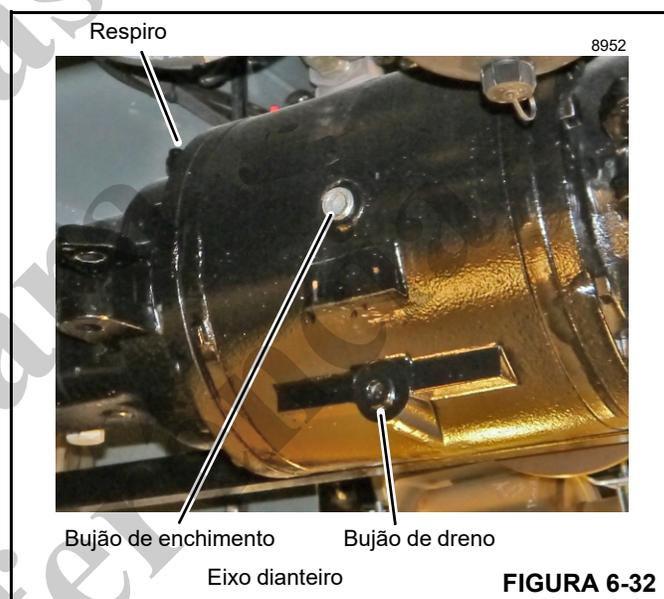
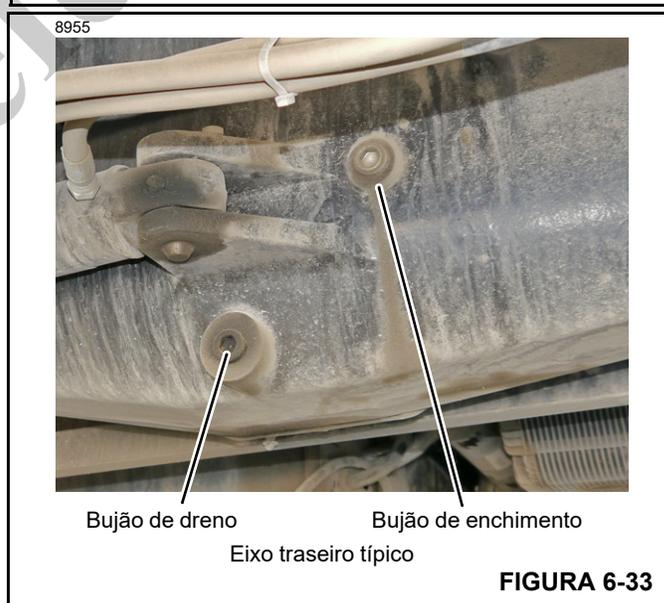

FIGURA 6-32
FIGURA 6-33
1. Limpe em torno do bujão de enchimento (Figura 6-32 ou Figura 6-33) e remova-o.
4. Limpe o respiro do eixo dianteiro (Figura 6-32) com um solvente adequado. Verifique se o furo no tubo do respiro está voltado para o cubo do eixo (voltado para a direita).
2. Gire o tambor do guincho (Figura 6-33) de forma que o bujão no tambor esteja visível através da abertura do dreno na estrutura do guincho.